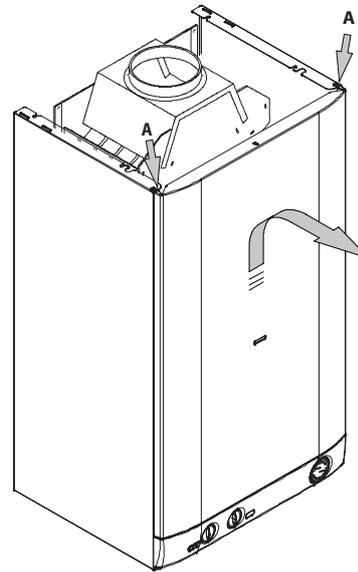

Figura 8.1
- Togliere le viti A. Rimuovere il pannello frontale spostandolo verso l'alto in modo da liberarlo dai ganci inferiori (in Figura 8.1).